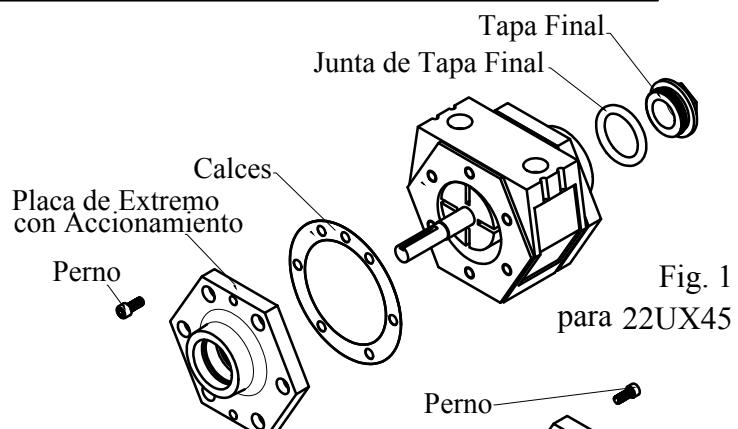
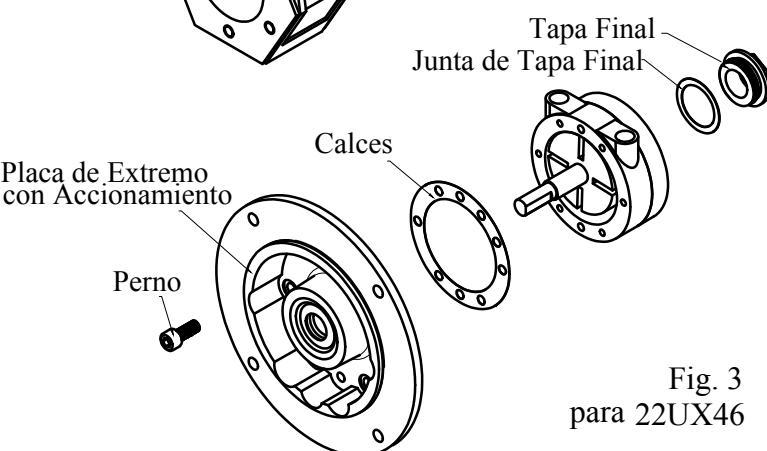
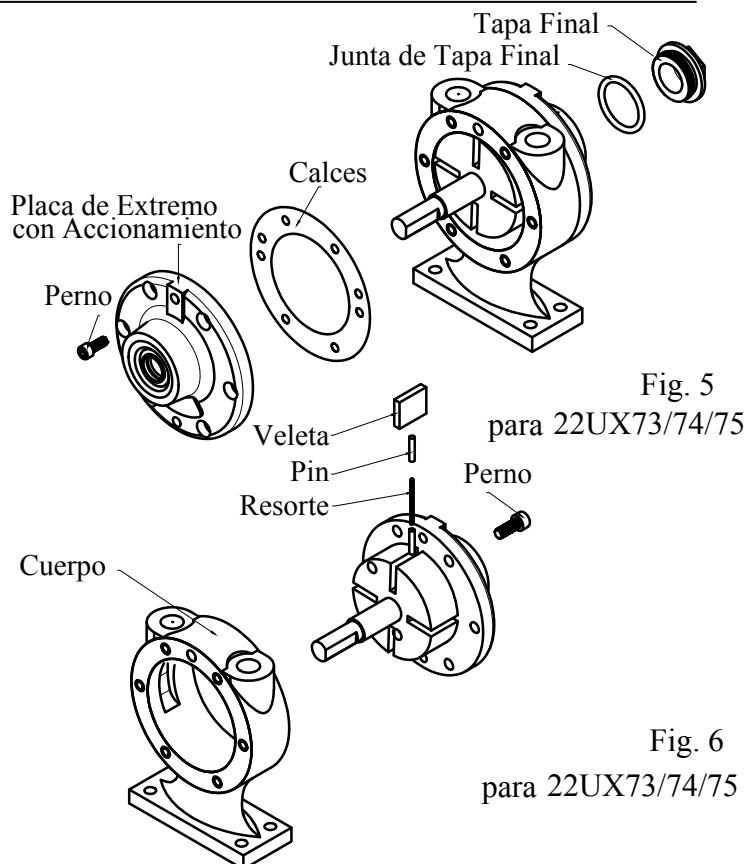

Fig. 1
Fig. 3
Fig. 5
1. Utilice la llave de tamaño adecuado para retirar cuidadosamente la tapa del motor con aproximadamente 25 par ft-lb. A continuación, retire la junta de la tapa. Remitir a la fig. 1, la fig. 3, la fig. 5.
3. Extraiga la placa de extremo duro. Refiérase a la fig. 1, la fig. 3, la fig. 5.